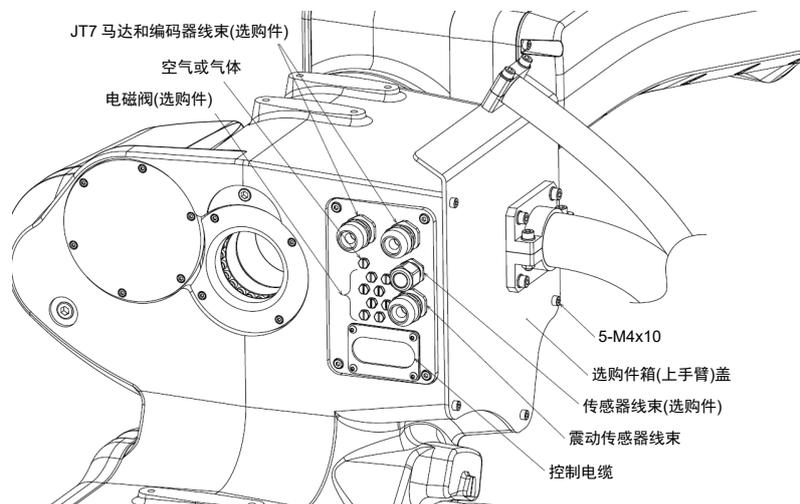
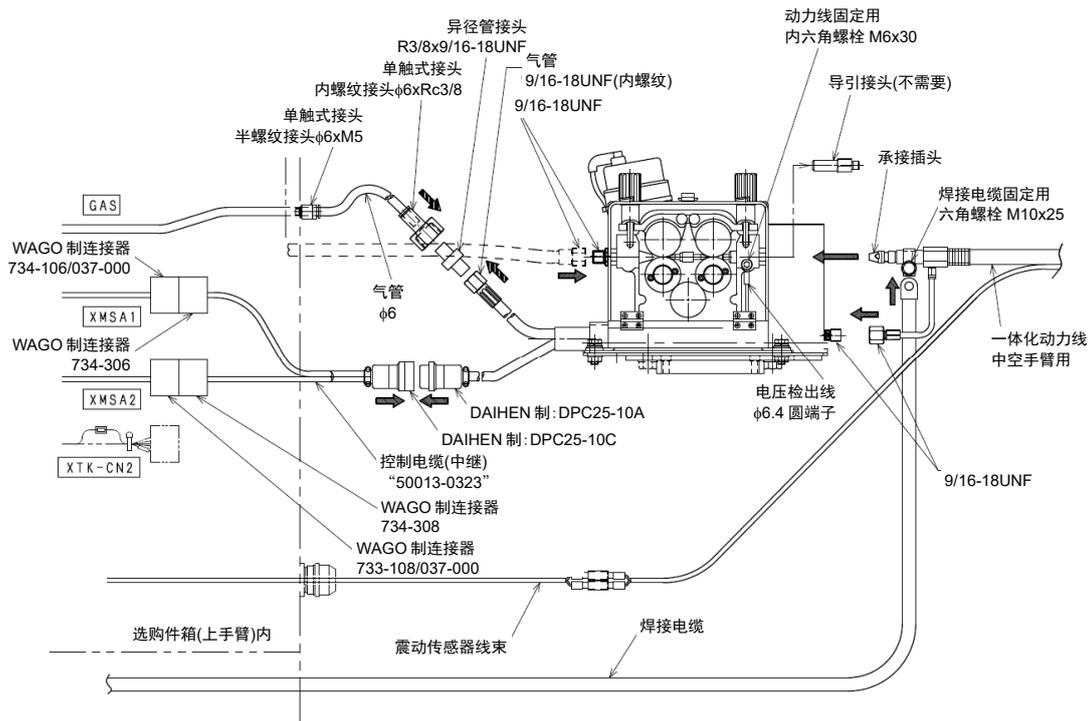

图 1.9 选购件箱(上手臂)外观(BA013N)
图 1.10 控制电缆及气管的连接(BA013N)
1. 参考图1.9，拆卸5根内六角螺栓(M4×10)，并打开上手臂的选购件箱(上手臂)盖。
2. 参考图1.10，用选购件箱内附属的电缆连接连接器(XMSA1和XMSA2)和控制电缆(中继)(选购件)。另外，图1.9所示的空气或气体的配管系统上安装单触式接头(选购件)、气管(选购件)和异径管接头(选购件)，并与送丝机的气管连接。
3. 把一体化动力线的震动传感器线束连接到图1.10所示的震动传感器线束的配线系统上连接的连接器。(震动传感器线束的连接请参阅下面的“一体化动力线的安装”。)